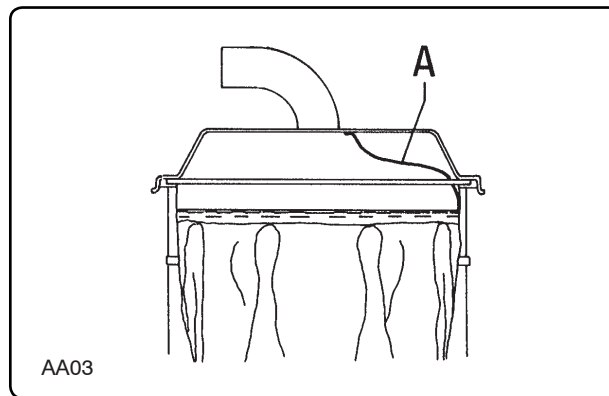

Fig. 8.5.5
8.5.4 - Sostituzione del filtro negli aspiratori nella categoria d'impiego "B1" fig. 8.5.5
8.5.4 - Changing the filter on "B1" version vacuum fig. 8.5.5
8.5.4 - Sustitución del filtro en los aspiradores de la categoría de empleo "B1" fig. 8.5.5
8.5.4 - Het vervangen van filters in de gebruikerscategorie "B1" (Afb. 8.5.5)